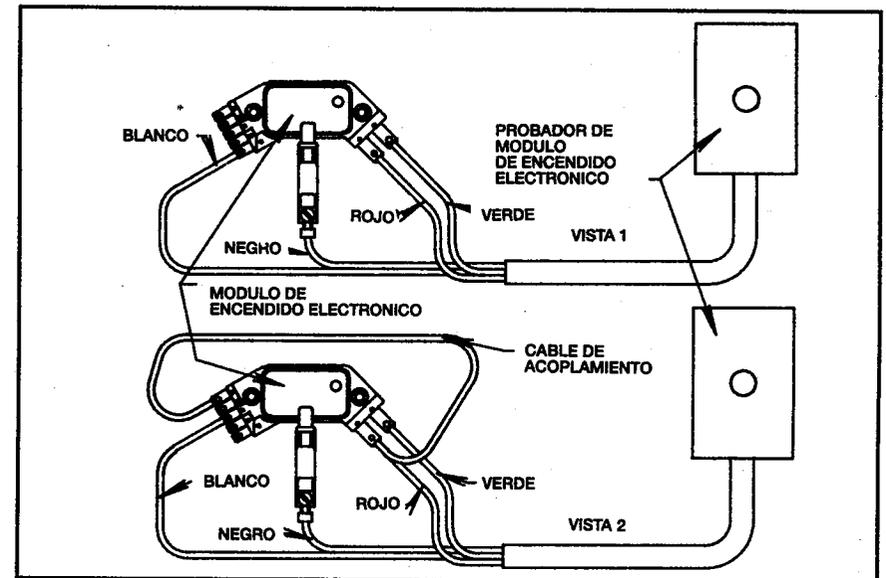

Fig. 9 (Ejemplo típico: Wells #DR124)
3. Toque el conductor (cable) blanco del gatillo a la terminal marcada como "P" para activar el módulo. La lámpara indicadora debe brillar si el módulo está activado apropiadamente (Fig. 9).